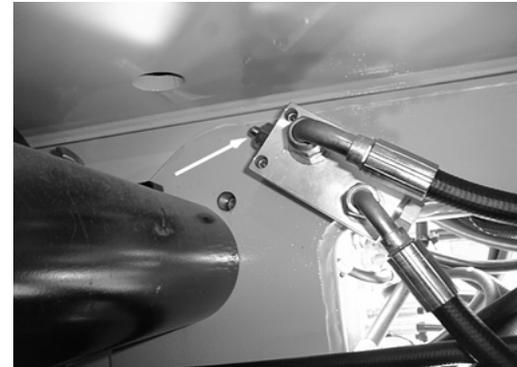

Figura 2-7. Interruttore di fine corsa verticale del braccio a torre
- a. Portare la macchina su terreno orizzontale con il gruppo braccio a torre nella posizione di riposo. Identificare l'interruttore di fine corsa verticale del braccio a torre accanto al cilindro di sollevamento del braccio a torre stesso presso l'estremità inferiore (posteriore) del braccio di base a torre. Aprire il cofano sinistro e verificare visivamente che lo stantuffo sull'interruttore di fine corsa verticale del braccio a torre sia completamente esteso. La Figura 2-7. mostra lo stantuffo completamente esteso.